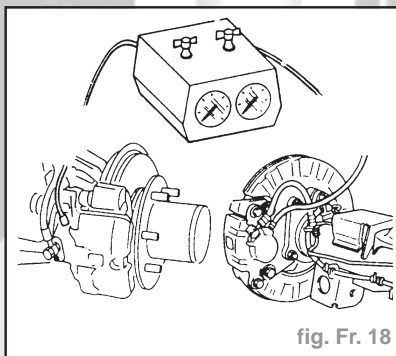

fig. Fr. 18
- Adapter l'appareil de contrôle de frein **KM-558** ou un appareil similaire (fig. Fr. 18)